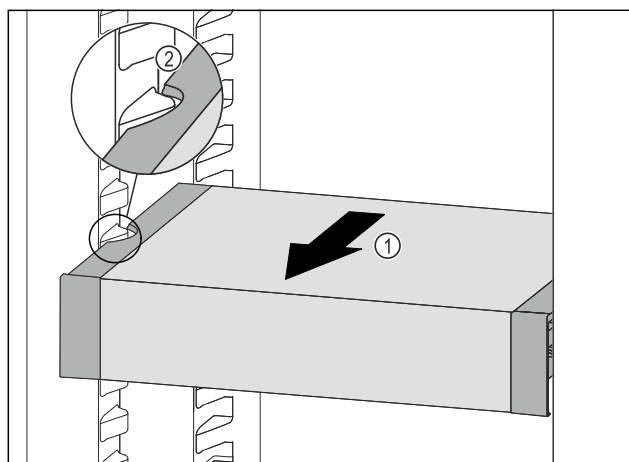

Fig. 119
- Tirare VarioSafe in avanti Fig. 119 (1) fino a quando le cavità laterali di VarioSafe non si trovano al livello della nervatura del contenitore nel vano frigorifero. Fig. 119 (2)